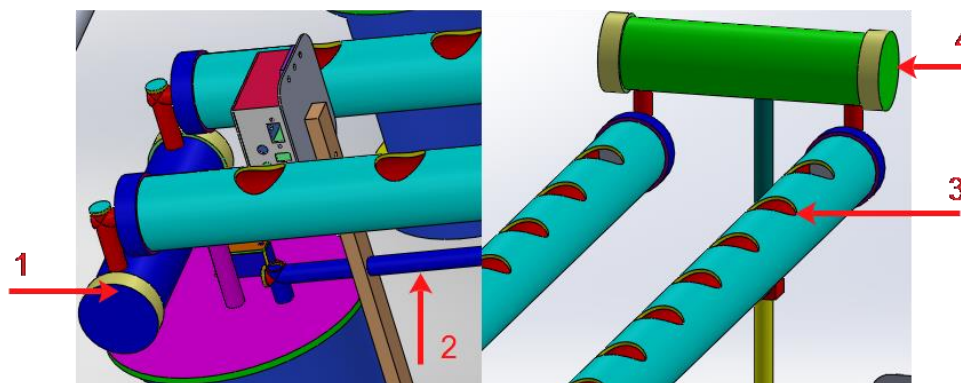

Figura 3 Conexiones de vectores de cultivo
Las conexiones se realizan con pequeños tubos de PVC (1 y 4), estos a su vez deben estar conectados al depósito de solución nutritiva a través de mangueras. En la **Figura 3**, se señala la manguera (2) que se conecta con el pequeño tubo de PVC de la parte posterior (4).
Este módulo debe estar ubicado cerca del pequeño depósito de nutriente que se forma con la conexión frontal de los vectores del fitotron (**Figura 3**), para lograr sumergir sus sensores en la solución nutritiva. Sus funciones son: